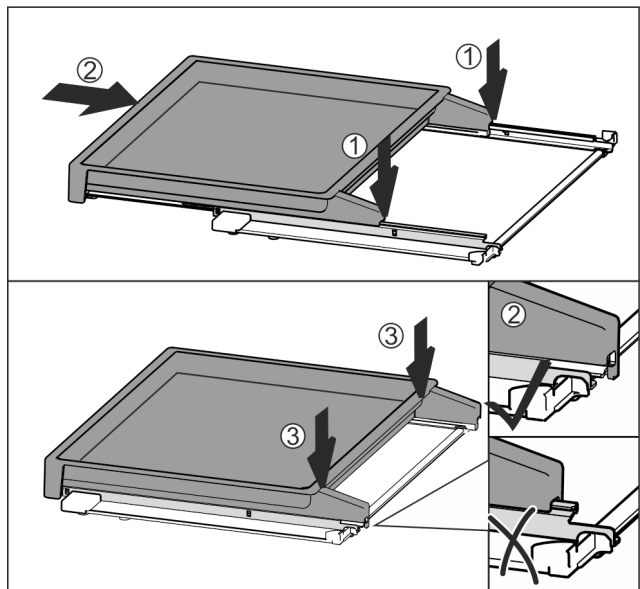

Fig. 79
- ▶ La poser au centre sur les rails Fig. 79 (1).
- ▶ Insérer complètement la bordure télescopique Fig. 79 (2).
- ▶ Appuyer sur sa partie arrière jusqu'à ce qu'elle s'enclenche de manière audible Fig. 79 (3).